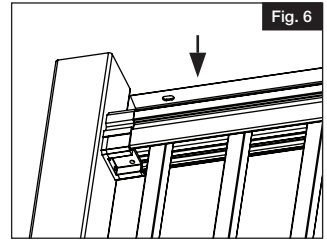

Fig. 6
- a. Place deck board adaptor on to the top rail by aligning adapter and pressing down to set into place (Fig. 6).
- a. Placer l'adaptateur de planche de terrasse sur le dessus de la rampe en alignant l'adaptateur et en appuyant dessus pour l'installer en place (Fig. 6).
- a. Colocar el adaptador de tablón sobre el travesaño superior alineando el adaptador y presionando para encajarlo en su lugar (Fig. 6).